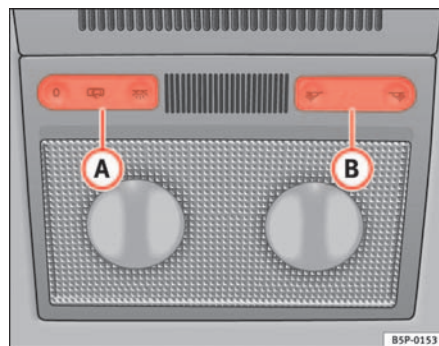
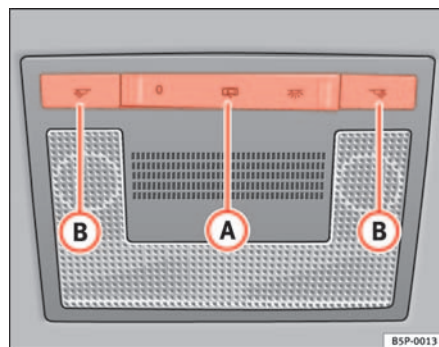

Fig. 80 Forro interior do tejadilho: luzes dianteiras de leitura tipo 1
Fig. 81 Forro interior do tejadilho: luzes dianteiras de leitura tipo 2
Premir o respectivo botão ⇒ fig. 80 (B) e ⇒ fig. 81 (B), para acender o spot de leitura.